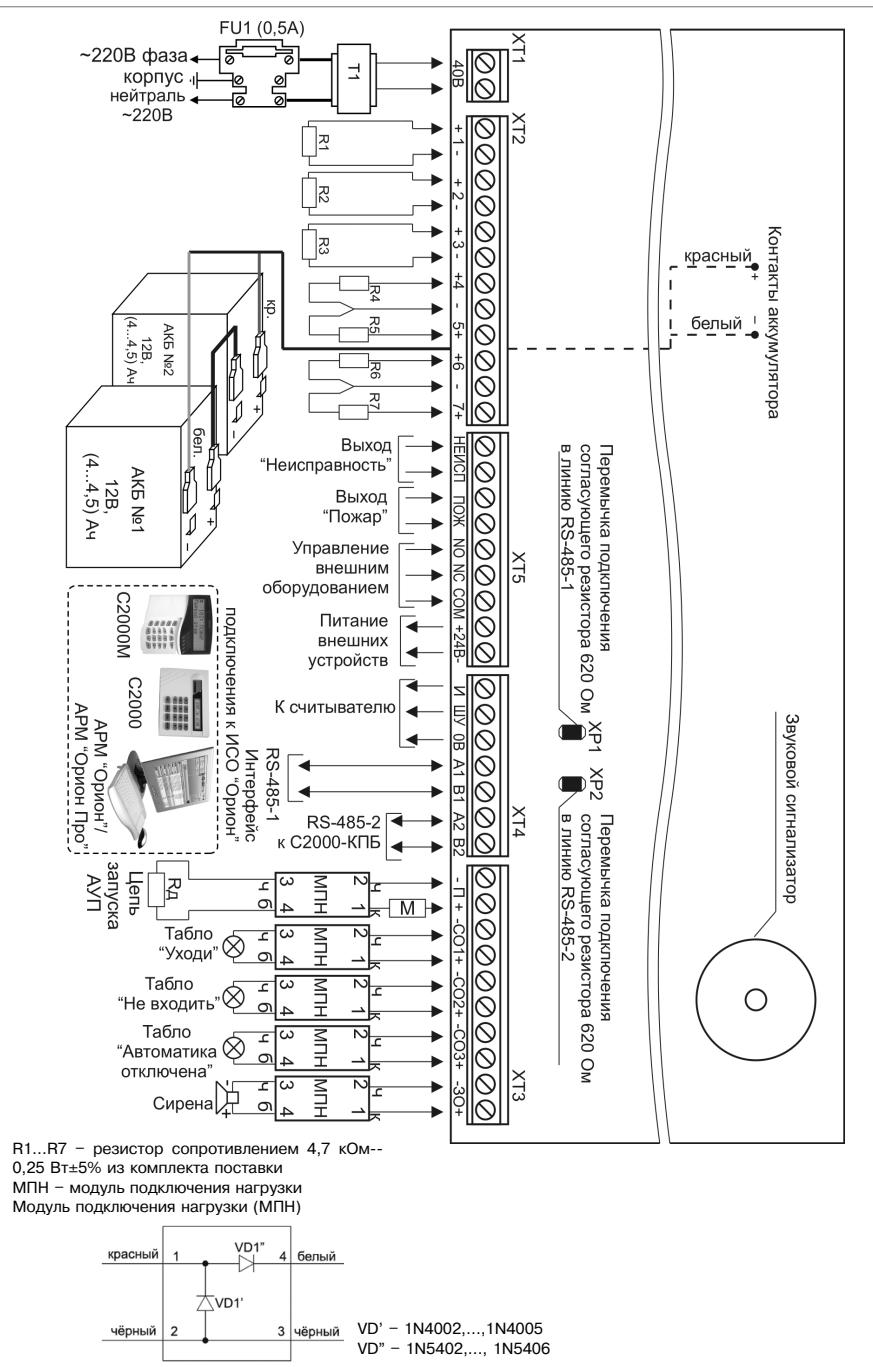
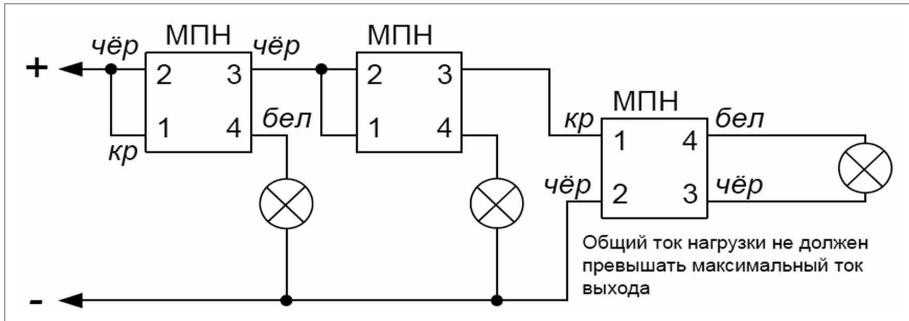

Рисунок 2. Схема внешних соединений прибора «С2000-АСПТ»
Рисунок 3. Схема подключения нескольких световых табло или сирен к одному выходу прибора
1. Схема внешних соединений прибора С2000-АСПТ приведена на рис.2. Если какая-либо из цепей «+1»... «+7» не используется, то необходимо подключить к ее контактам оконечный резистор: 4,7 кОм, 0,5 Вт из комплекта поставки.
4. Если какой-либо из выходов не используется, к его клеммам необходимо подключить модуль подключения нагрузки (МПН), белый (4) и черный (3) проводники которого нагрузить резистором (5,6...10) кОм, 0,5 Вт.
5. Несколько исполнительных устройств подключаются к одному выходу прибора по схеме, приведенной на рис. 3.